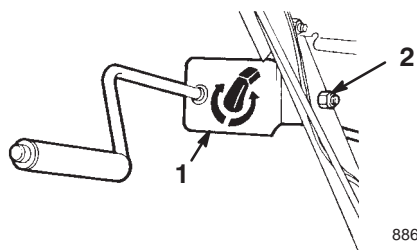

Figure 9
1. Fixez le support et la tige d'orientation de l'éjecteur du côté gauche de l'ensemble mancheron à l'aide du boulon et du contre-écrou, comme illustré dans la Figure 9.
5. Serrez le contre-écrou de fixation du support d'orientation de l'éjecteur (Fig. 9).